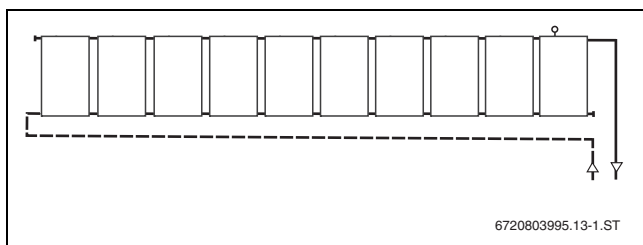

Рис. 17 Подключение с разных сторон (1 ряд)
- ▶ Подключайте поле коллекторов с двух сторон (→ рис. 17).